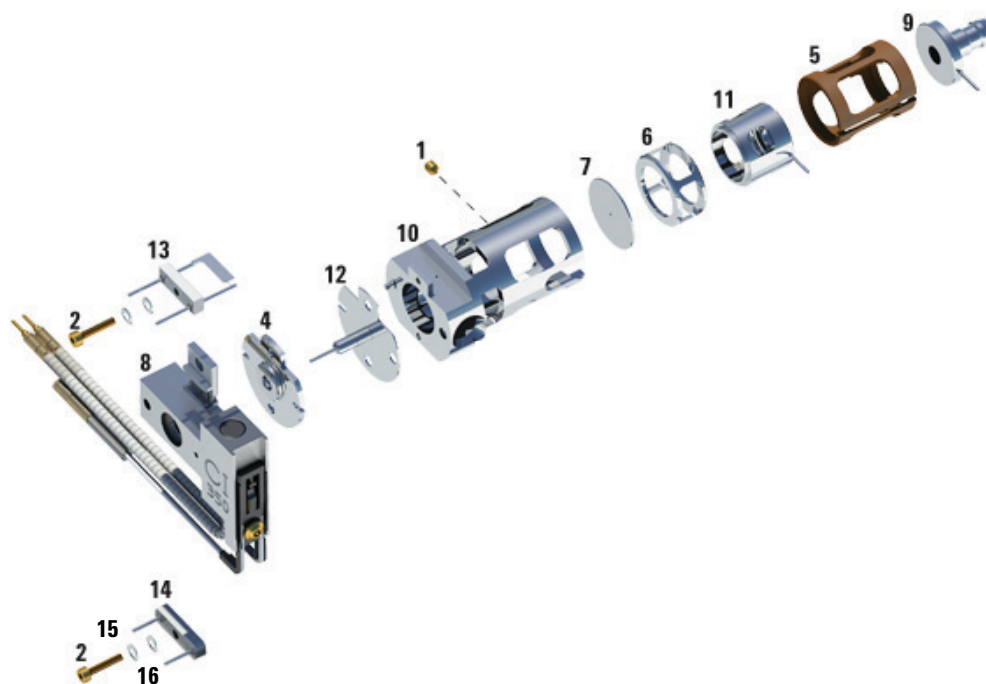

図 37 CI イオン源を組み立てる
- 1 イオンフォーカスレンズ、エントランスレンズ、およびレンズインシュレータを組み立てます (図 37)。
- 2 ドローアウトプレートとドローアウトシリンダをイオン源本体にスライドさせます (図 37)。
表 25 CI イオン源の部品リスト (図 37)
表 25 CI イオン源の部品リスト (図 37) (続き)